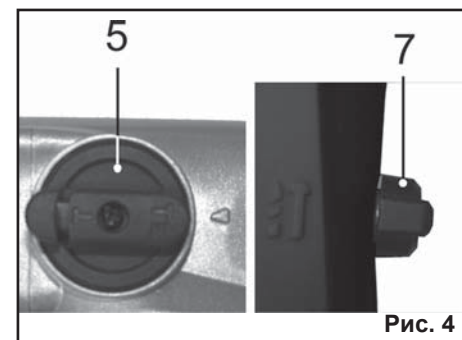

Рис. 4
9.2.3. Нажав на кнопку, поверните переключатель режимов (5) в положение «сверление» согласно Рис.4.
9.2.4. Установите переключатель - флажок (7) в положение «сверление с осевым ударом» согласно Рис.4.